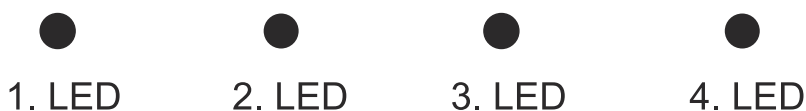

Fig. 35: LED indikatorer på emhætte
Emhætten skal have strøm og afbryderen i emhætten skal stå tændt. Tryk nu og hold tænd/sluk knappen på fjernbetjeningen nede i 4 sekunder, hvorefter der vil kunne høres et bip fra emhætten. Nu skulle alle led indikatorer (Fig. 35) blinke konstant. Hvis der ikke ses konstant blinken, så har emhætten formentlig været i auto tilstand og tilstanden nu er deaktiveret. Gentag proceduren igen i så fald, for at aktivere auto-tilstand.
Når emhætten aktiveres i auto-tilstand vil 4. LED indikator (Fig. 35) blinke i 20 sekunder. Herefter vil den 4. LED indikator (Fig. 35) konstant lyse, når motor ikke opererer.
- ⇒ LED indikatorerne på emhætten vil begynde at blinke konstant i 2 grupper: Nu har silverconnect forbindelse med emhætten. (Fig. 35)
Nu skulle emhætten være i programmet for ændring af auto-tilstand niveau. Det ses også på LED indikatorerne (Fig. 35) at de lyser efter niveauet. Ved niveau "1" lyser led indikator 1 i omløb med de andre, ved niveau "2" lyser LED indikator 2 i omløb med de andre, osv.
Ved hvert tryk på trin 3 på fjernbetjeningen ændres niveauet, som kan ses på LED indikatorerne (Fig. 35) på emhætten. (Indstillings-tiden er 10 sekunder, hvis ikke der trykkes på noget i 10 sekunder, vil programmet lukkes ned. Ved hvert tryk på trin 3 på fjernbetjeningen, vil de 10 sekunder's indstillingstid fornyes yderligere med 10 sekunder).
Når auto-tilstand er aktiv vil det kunne ses på 4. LED indikator (Fig. 35) som konstant vil lyse, når emhætten ikke er i drift.